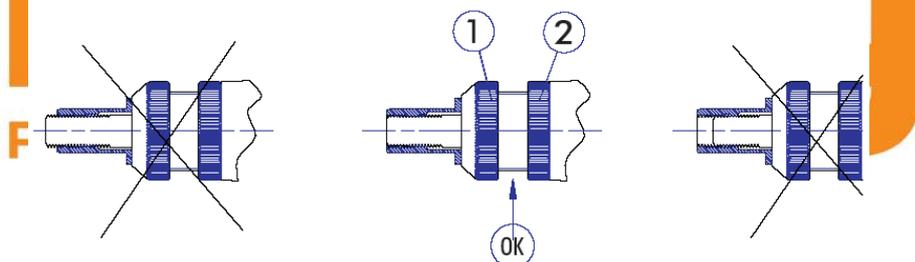

Рис. 1
2. Перед началом клепки следует отрегулировать правильный вылет шпинделя (см. рис. 1).